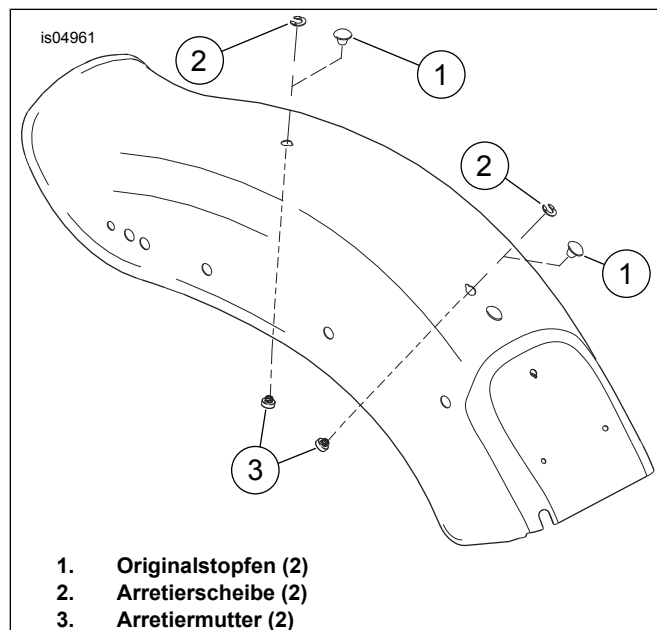

Abbildung 1. Stopfen entfernen und Arretiermutter anschrauben
2. Siehe Abbildung 1. Beide Originalstopfen (1) oben auf dem Hinterradschutzblech entfernen.